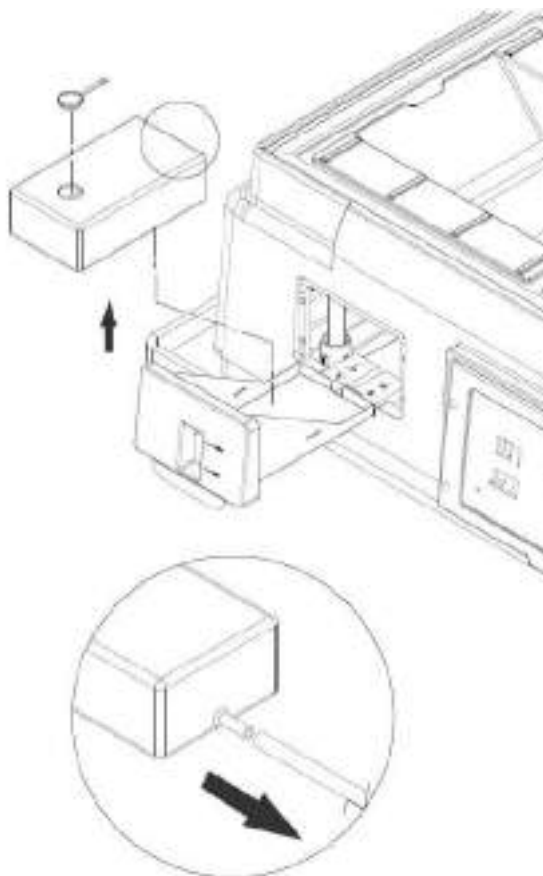

Figura 253 – Reservatório de água
2. Retire a tampa e a mangueira do bico localizado na parte traseira do reservatório conforme figura 253.